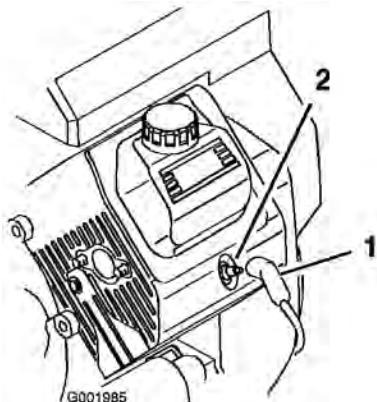

Figure 49
- Débranchez les fils des bougies (Figure 49).
3. Rebranchez les bougies (Figure 49).